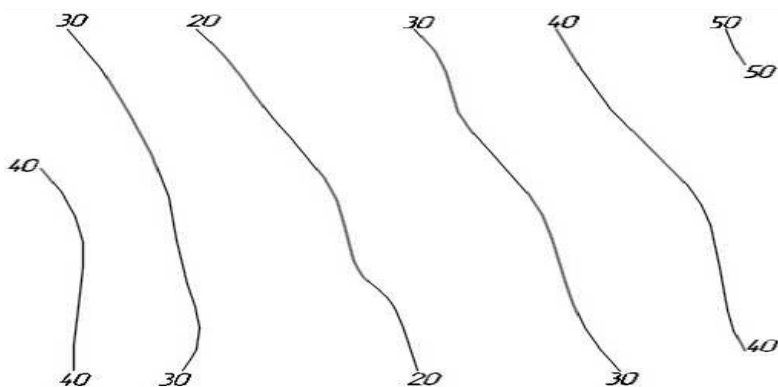

Рис. 71 – Горизонтали топографической поверхности с отметками
5. В новом документе отредактировать план таким образом, чтобы остались только горизонтали топографической поверхности с отметками (рисунок 71). Перенести каждую горизонталь топографической поверхности на высоту, соответствующую отметке горизонтали. Численные значения отметок удалить.